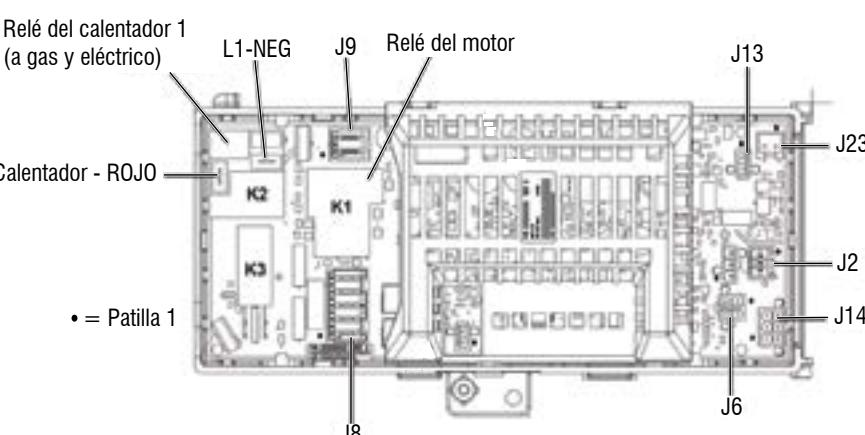
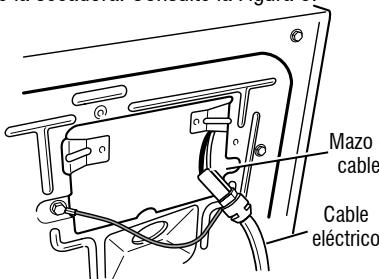
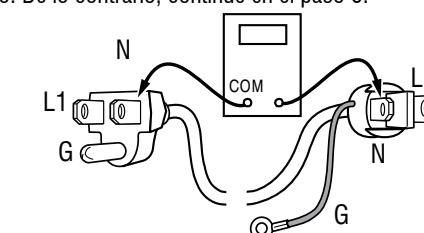

Figura 2: Control principal (ACU)
Figura 6: Conexión del mazo del cable eléctrico al mazo para secadoras a gas
Figura 7: Terminales del cable eléctrico, secadora a gas
- VCA del ACU: con un voltímetro configurado para CA, conecte la sonda negra a J8-3 (Neutro) y la sonda roja a J9-2 (L1) (consulte la Figura 2).
- Retire la placa de la cubierta de la esquina superior derecha posterior de la secadora. Consulte la Figura 6.
- Compruebe que el cable eléctrico esté conectado con firmeza al mazo de cables de la secadora. Consulte la Figura 6.
- Con un ohmímetro, verifique la continuidad entre el terminal neutro (N) del enchufe y J8-3 (cable blanco) en el ACU. La parte izquierda de la Figura 7 muestra la posición del terminal neutro (N) en el enchufe del cable eléctrico. Consulte además la Figura 2.
- Si no hay continuidad, desconecte el cable blanco del mazo principal del cable eléctrico en la ubicación indicada en la Figura 6. Compruebe la continuidad del hilo neutro del cable eléctrico, como se indica en la Figura 7. Si se encuentra un circuito abierto, reemplace el cable eléctrico. De lo contrario, continúe en el paso 6.
- Si no hay continuidad, verifique la continuidad del cable eléctrico de forma similar a la indicada en la Figura 7, pero para el hilo L1 del cable eléctrico.